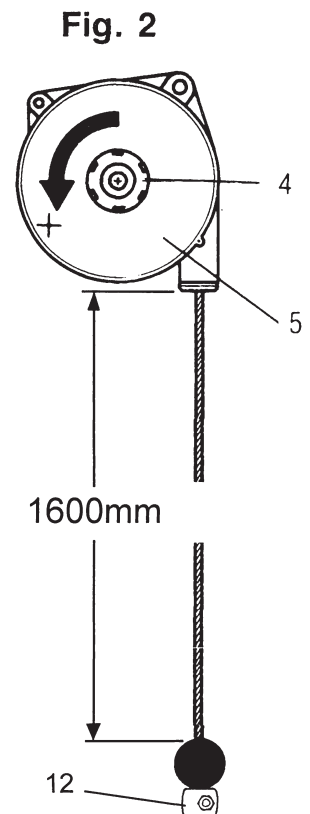

Fig. 2
- Die auszugleichende Last ist am **Karabinerhaken 14 Abb. 2** einzuhängen.
- Blockieren Sie die **Klemme 12 Abb. 2** gegebenenfalls, um den Lauf nach oben zu begrenzen.
Damit der Federzug größere Lasten ausgleichen kann, drehen Sie den **Knauf 4** wie in der **Abb. 2** gezeigt (im entgegen dem Uhrzeigersinn, gekennzeichnet durch das Zeichen +; die Einstellung erfolgt nicht stufenlos, sondern schrittweise):
Nach jedem Schritt muss der Knauf 4 wieder Kontakt mit der Plakette 5 Abb. 2 haben.